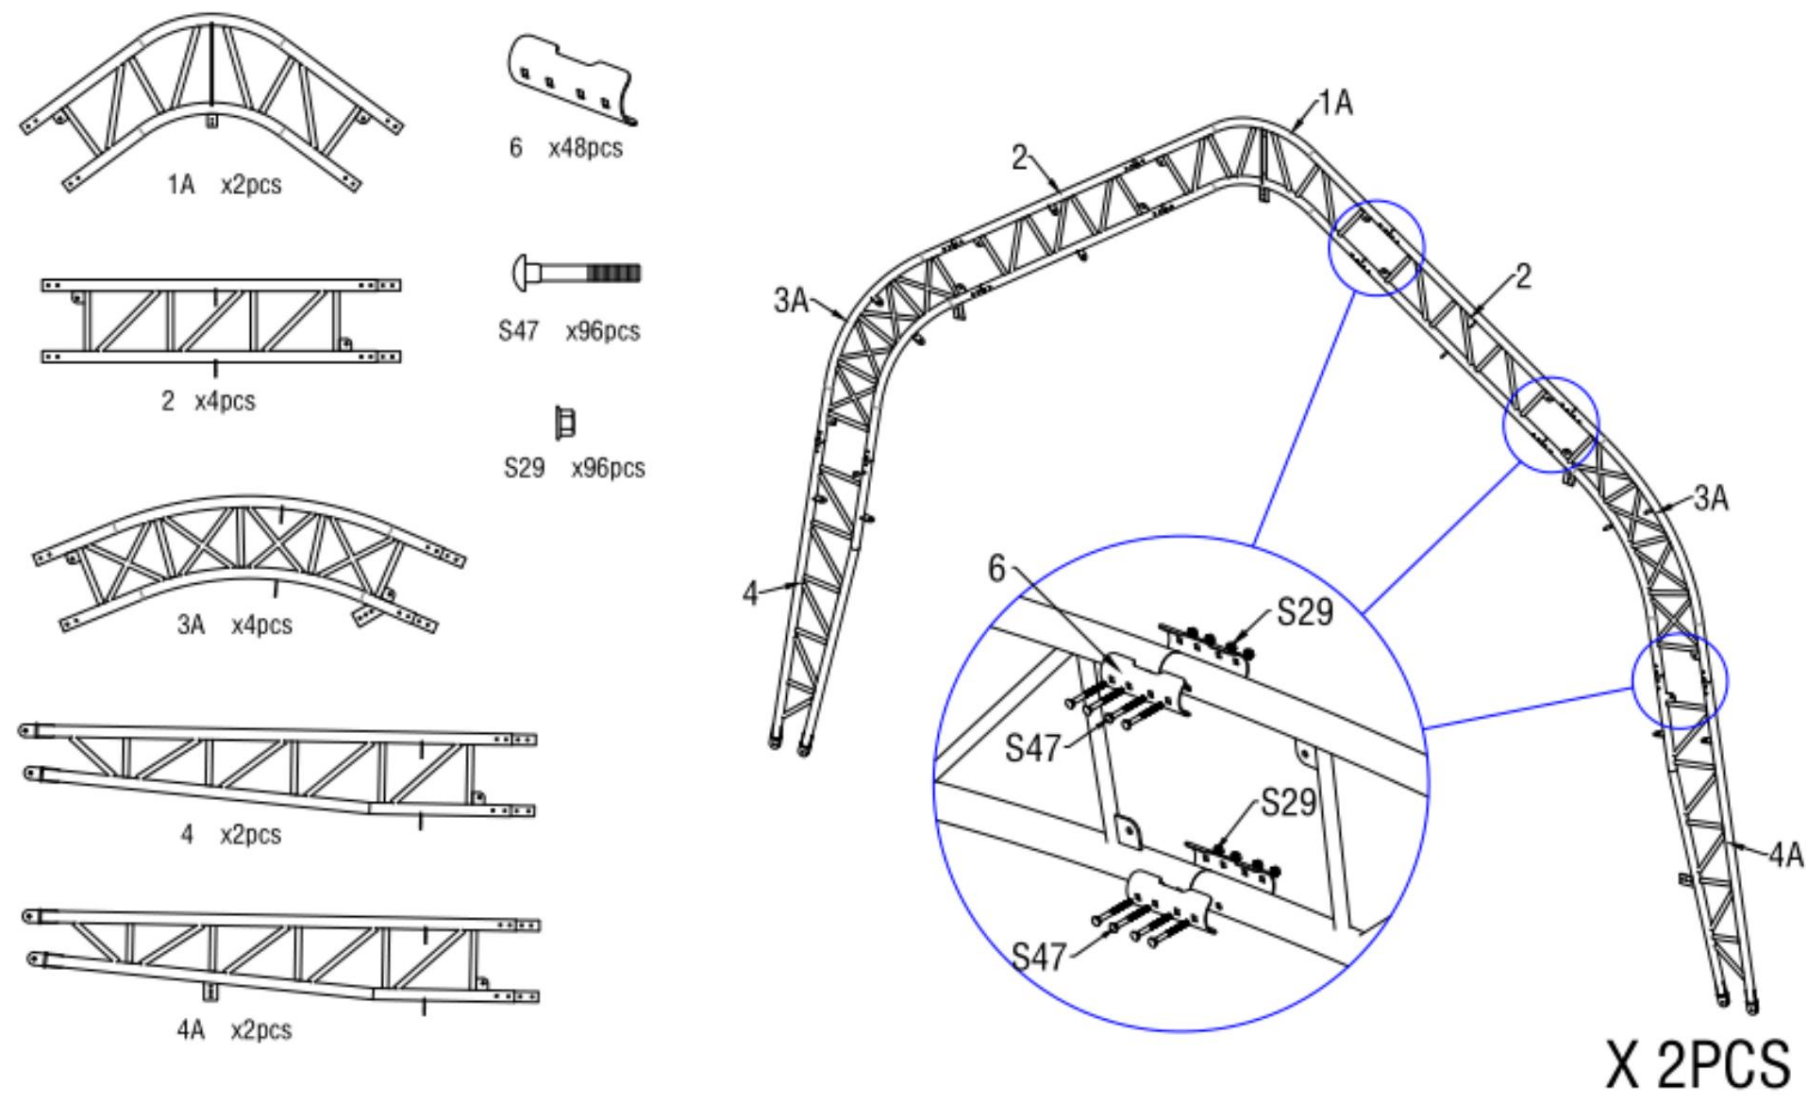

Figure 3
1. Comme le montre la figure 3, trouvez un tube de toit supérieur dans les portes avant et arrière (n° 1), deux tubes de courbure de toit (n° 2), deux tubes d'épaulement dans les portes avant et arrière (n° 3A), un tube de courbure inférieur dans les portes avant et arrière (4A), un tube de courbure inférieur (4) et assemblez le premier groupe et le dernier groupe d'arches avec la vis M8x70 (n° S47). N'installez pas la vis sur le dessus de la ferme où reposera la toile.